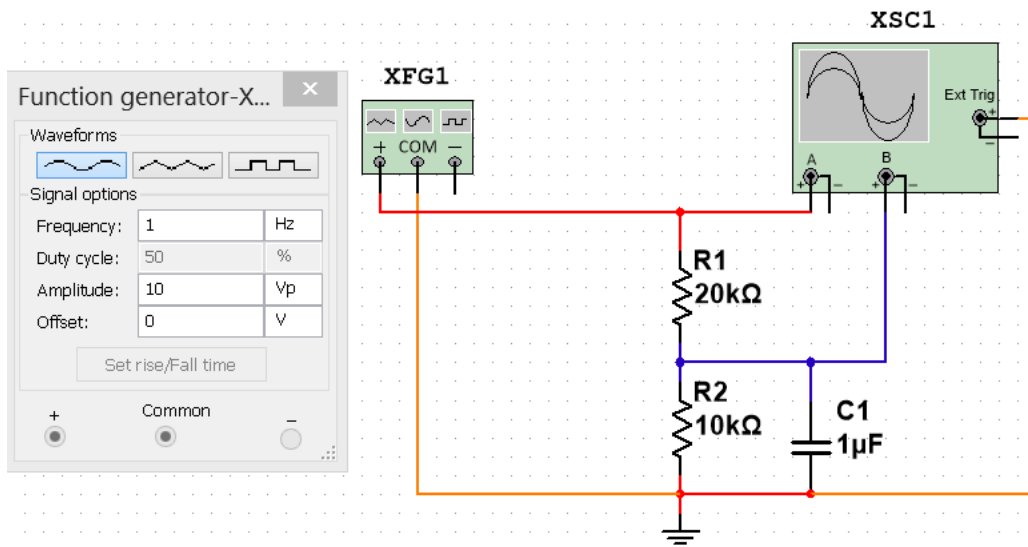
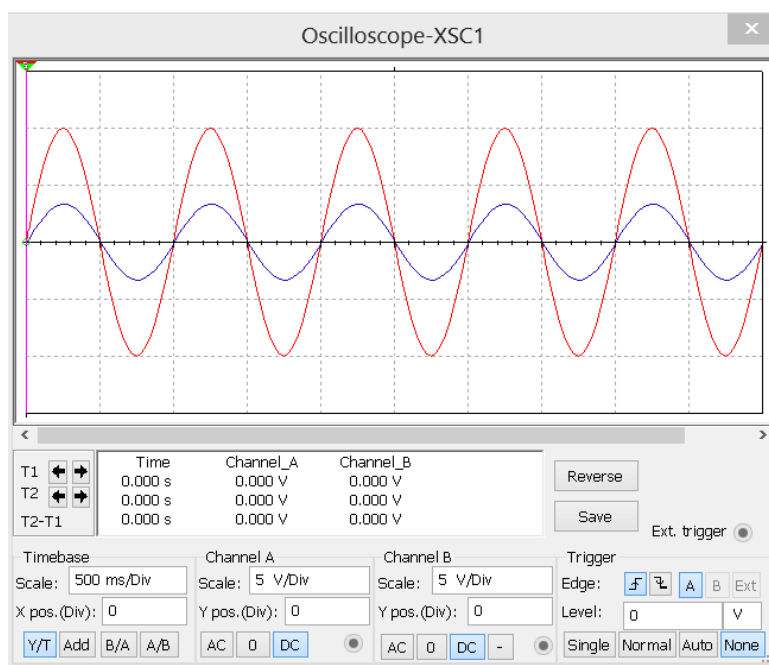

Рисунок 2.5
Рисунок 2.6
Зібрати схему діляника напруги з ємнісним навантаженням (рис. 2.5) з наступними параметрами: $U_{\text{вх}} = 10 \text{ В}$, $C1 = 1 \text{ мкФ}$, $R1 = 20 \text{ кОм}$, $R2 = N \text{ кОм}$, $f_{\text{вх}} = (3 \cdot N) \text{ Гц}$, де N – номер варіанта. Дослідити форму сигналу на конденсаторі навантаження ($C1$) за допомогою осцилографа (рис. 2.6).
7. Як і чому змінюється амплітуда напруги на конденсаторі $C1$ при зміні частоти вхідного сигналу синусоїдальної форми (рис. 2.5)?
8. Як і чому змінюється амплітуда напруги на конденсаторі $C1$ при зміні його ємності (рис. 2.5)?
9. Чи змінюється форма напруги на конденсаторі $C1$ при зміні форми вхідного сигналу (рис. 2.5)?